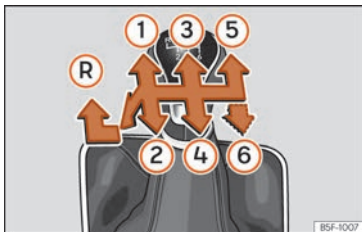

Abb. 140 Schaltschema bei einem 5-Gang bzw. 6-Gang Schaltgetriebe
Auf dem Schalthebel sind die Positionen der einzelnen Fahrgänge dargestellt » **Abb. 140**.
- Schalthebel auf Leerlauf stellen und nach unten drücken, ganz nach links und dann nach vorne schieben, um den Rückwärtsgang » **Abb. 140** **R** einzulegen.